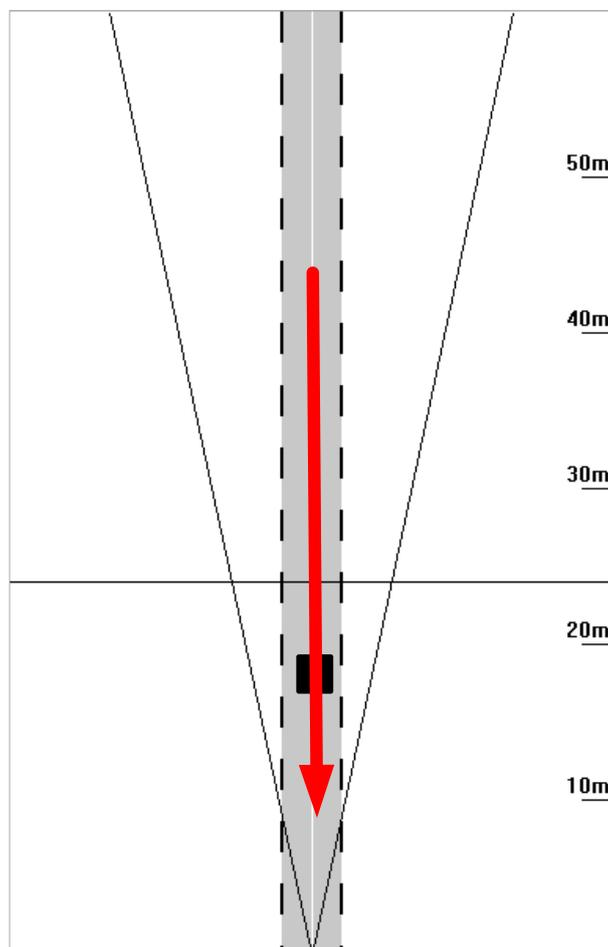

Figura 17 - Diagrama esquemático da faixa do veículo
3) Observe a faixa de veículos: Na interface de exibição da faixa, no lado esquerdo do computador host de depuração, observe se a faixa do veículo que passa está na vertical (comece o rastreamento a 40 metros de distância, a pista de rastreamento está na faixa definida), conforme mostrado na Figura 17. Se a faixa for muito curta, o ângulo de inclinação do radar é muito grande e o radar precisa ser elevado. Ajuste o ângulo *OffsetAngle* para que a linha do alvo fique paralela à linha da faixa.